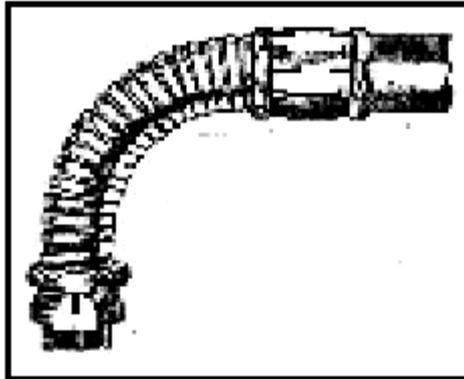

Figure 1.6 – conduit flexible métallique
c) Conduits flexibles "métalliques " (voir figure 1.6)